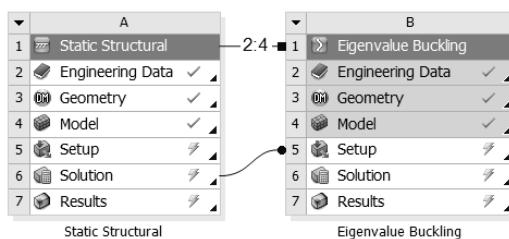

图 14-33 工程数据共享
Step2：如图 14-33 所示，此时项目 A 的所有前处理数据已经全部导入项目 B 中，此时，如果双击项目 B 中的 B5 Setup 选项即可直接进入 Mechanical 界面。